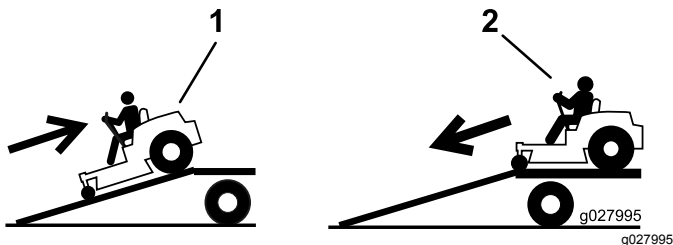

Figura 38
4. Risalite in retromarcia la rampa (Figura 38).
2. Scendete dalla rampa in marcia avanti (Figura 38).